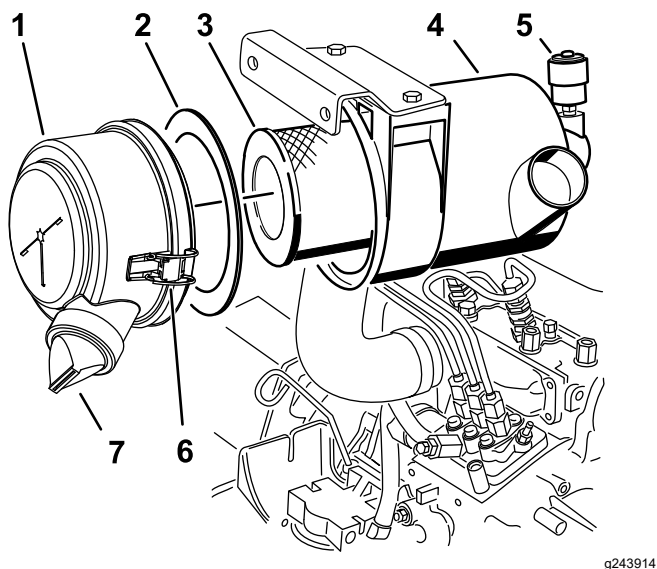

Figura 38
3. Revise el filtro del limpiador de aire (Figura 38).